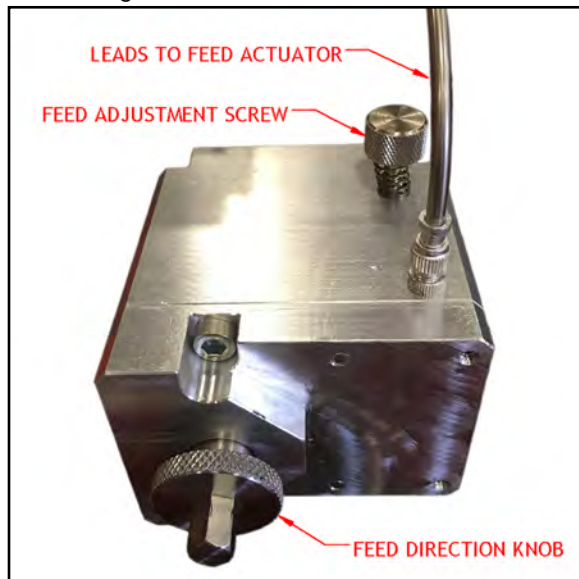

FIGURE 3-13. RÉGLAGES DE L'AVANCE
2. Réglez le sens d'avance en fonction des étapes qui suivent, comme le montre la Figure 3-13: